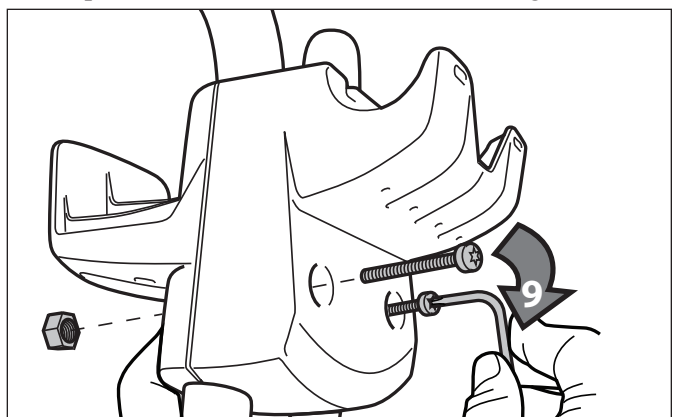

Figura 8. Asegure los soportes
6. Asegure el soporte de la unidad de control utilizando dos (2) tornillos y dos (2) tuercas y apriételas con una llave Torx. Vea la Figura 8.